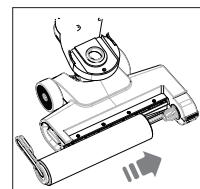

Fig. 15 – Inserimento del rullo in microfibra
- ▶ Posizionare il rullo in microfibra sul relativo supporto iniziando dal lato destro. Ruotare la linguetta di bloccaggio in modo tale che possa innestarsi con un clic nella rientranza presente nell'unità di pulizia (**vedere Fig. 15**).